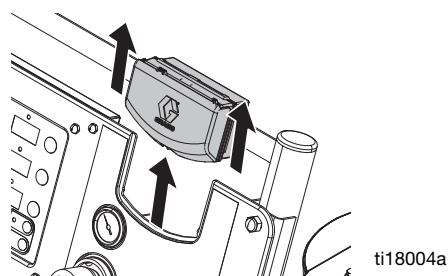

FIG. 19. Remover o DataTrak
3. Remova o módulo DataTrak do suporte. Consulte a FIG. 19. Segure no módulo e ligue o cabo a um local não perigoso.